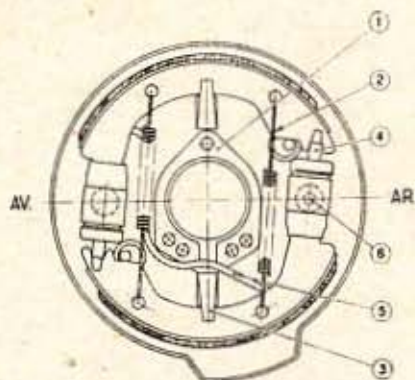

Fig. 77. — Détail d'un ensemble de plateau de frein
- les coupelles de rejet d'huile (1) (fig. 77) ;
- les ressorts de rappel des segments (2) ;
- les ressorts de latéral (3) ;
- les biellettes de commande (4) ;
- les tubes de liaison des cylindres de roues (5) ;
- les vis de purge (6).